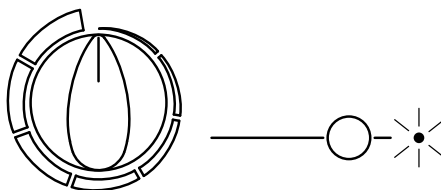

Fig. 3
- Para sua segurança, a lâmpada se acende quando a área de aquecimento está ligada (fig. 3).